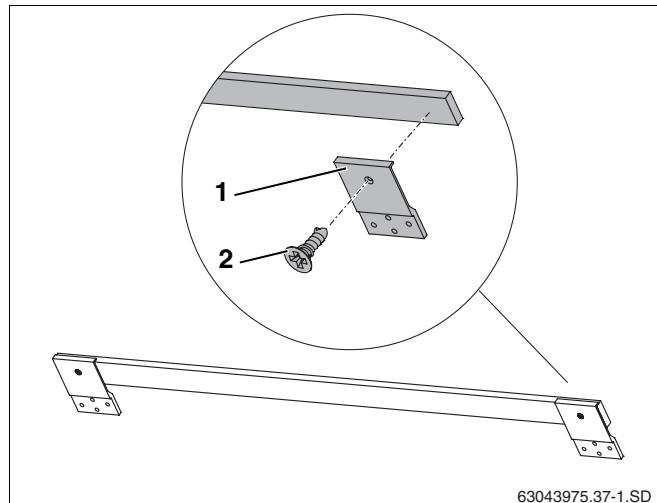

Рис. 10 Установка креплений от сползания
При горизонтальной установке коллекторов закрепите 3 крепления от сползания (рис. 10, поз. 1) на деревянной планке (2 по краям, 1 по середине).
- На концах деревянных планок закрепите два крепления от сползания (рис. 10, поз. 1) саморезами 4×40 (рис. 10, поз. 2).